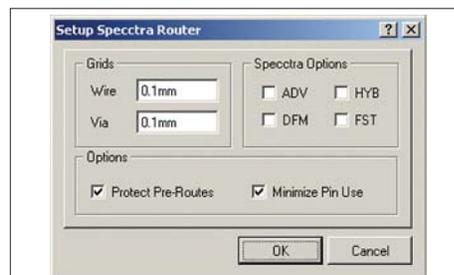

Рис. 10. Настройка экспорта файла для трассировщика Spectra
5. Оставим имя проекта Multivibrator2.DSN без изменений и закроем окно нажатием кнопки Сохранить. На экране появится диалоговое окно Setup Spectra Router (рис. 10), которое содержит настройки, призванные управлять передачей данных о правилах проектирования и стратегии в программу Spectra. На самом деле это окно никак не влияет на содержимое экспортируемого файла, поэтому просто закроем его. Остается надеяться, что в следующих обновлениях эта ошибка будет исправлена.